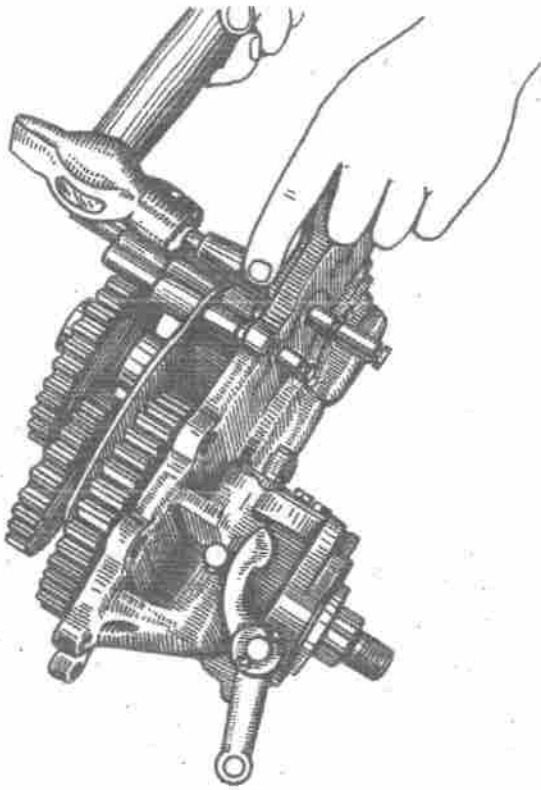

Bild 121. Austreiben der Schaltschienen und Herausnehmen der Gabeln.
9. Sicherungsblech der Schaltschienen abnehmen und Schaltschienen mit Kupferhammer austreiben, indem von ihnen gleichzeitig die Schaltgabeln abgenommen werden (Bild 121).